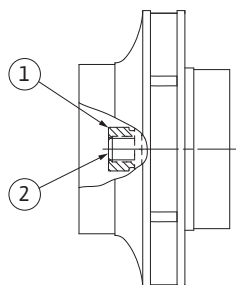

Fig. 55: 조립 후 임펠러 너트의 올바른 위치
- 29. 샤프트를 단단히 잡으십시오(작업 단계 24 참조). 전체 임펠러 너트를 규정 조임 토크로 단단히 조이십시오(다음 목록 참조: „표 11: 스크류 조임 토크“, 50페이지). 너트(Fig. 55, 위치 1)는 약 ± 0.5 mm의 정확도로 샤프트 단부(Fig. 55, 위치 2)의 높이와 일치해야 합니다. 그렇지 않을 경우 너트를 풀고 25~29번 작업 단계를 반복합니다.